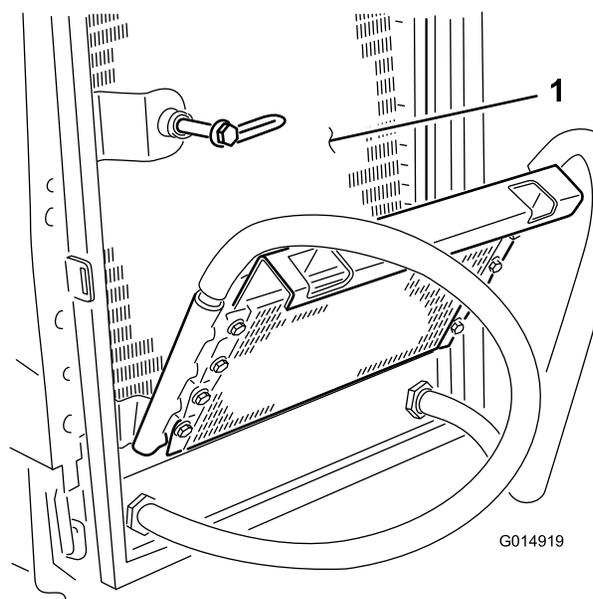

図 44
7. オイルクーラとラジエターの裏表を（図 44）圧縮空気で丁寧に清掃する。